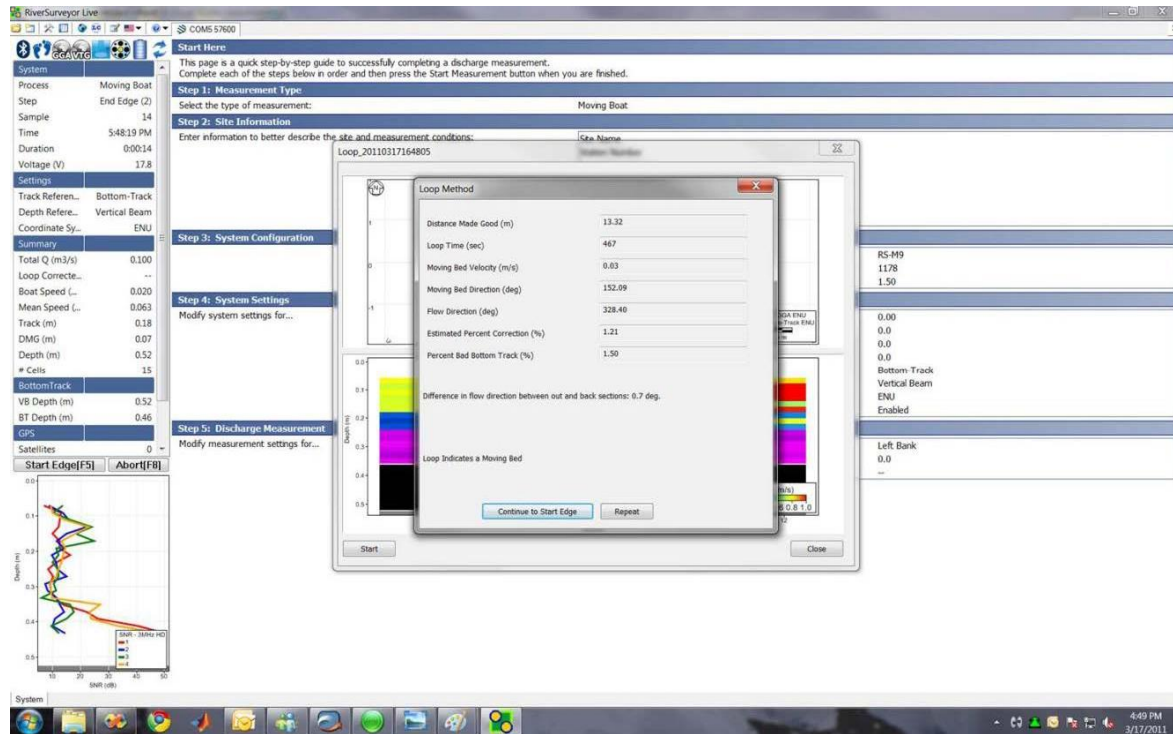

Figura 105. Resultados del Método de doble recorrido
7. Después de regresar a la posición inicial y que el barco esté detenido, pulse el botón **Stop** (*Figura 130*). Habrá una ligera pausa en tanto se realiza el cálculo del doble recorrido. Los resultados serán mostrados por el software para PC como se muestra en la *Figura 105*: